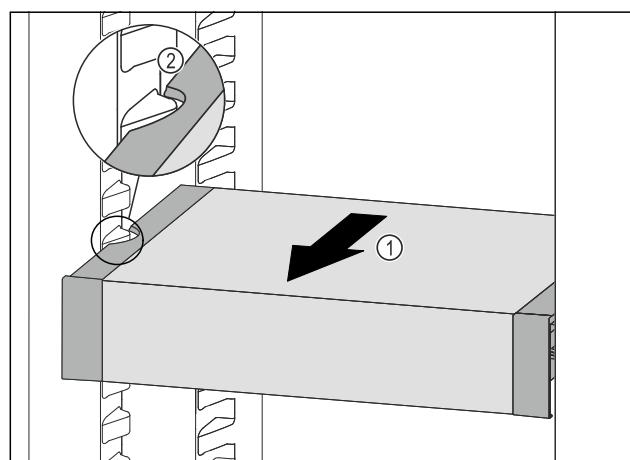

Fig. 57
- Trageți în față VarioSafe Fig. 57 (1), până când degajările laterale ale VarioSafe se află la înălțimea nervurii recipientului din frigider. Fig. 57 (2)